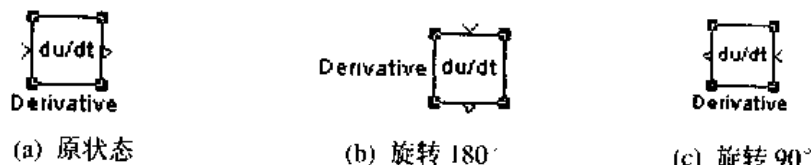

图 4.8 改变模块的方向
SIMULINK 在默认情况下，信号总是从模块的左边流进，从模块的右边流出，即输入在左边，输出在右边。如图 4.8(a)所示。用户可以采用下面的方法来改变模块的方向：
- 单击菜单“Format: Flip Block”，可以将模块旋转 180° 。如图 4.8(b)所示。
- 单击菜单“Format: Rotate Block”，可以将选定的模块旋转 90° 。如图 4.8(c)所示。